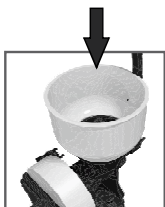

Figura 2
- Abasteça o silo (14) com grãos secos conforme figura 2 e gire o cabo (3) para tritura-los.